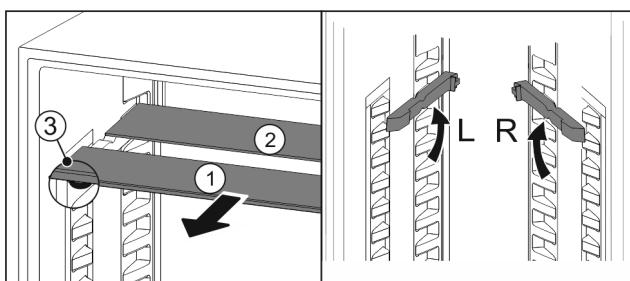

Fig. 61
- Skleněné desky jednotlivě vytáhněte dopředu Fig. 61 (1).
- ▷ Skleněná deska Fig. 61 (1) s ozdobnou lištou leží vpředu.
- ▷ Zarážky Fig. 61 (3) směřují dolů.